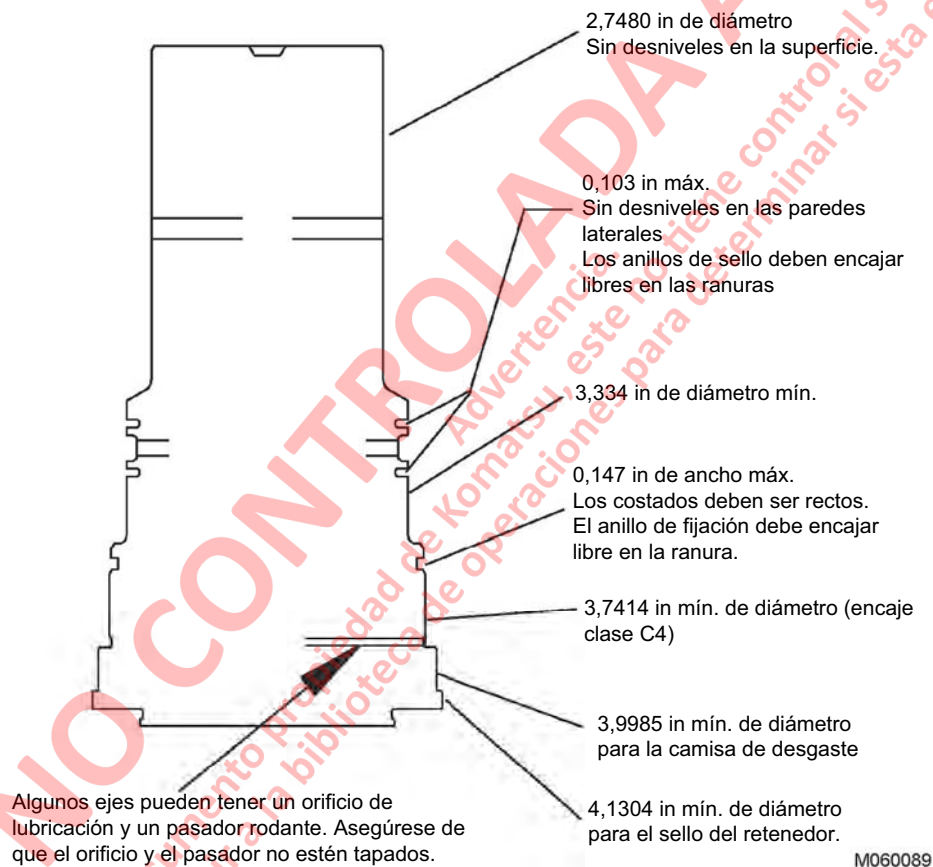

FIGURA 7-31. DIMENSIONES DE DESGASTE DEL CONJUNTO DEL EJE
1. Inspeccione el conjunto del eje en busca de desgaste o daños. Consulte la Figura 7-31 para ver las dimensiones.